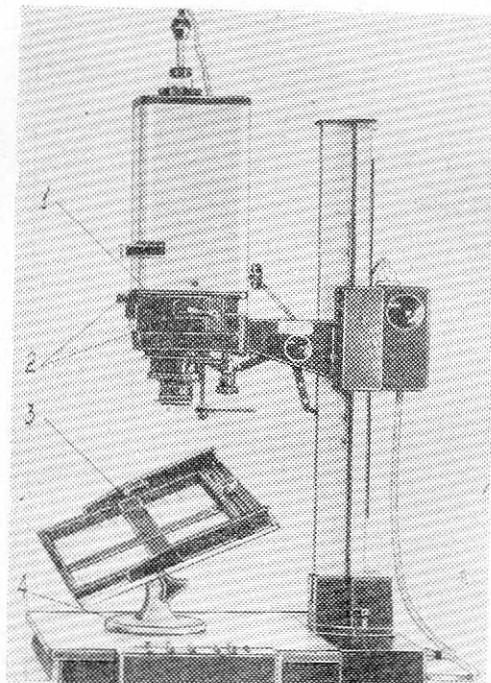

Рис. 16. Фотоувеличитель при трансформировании снимков:
На рис. 16 изображен фотоувеличитель, собранный со всеми принадлежностями для трансформирования снимков.
- поставьте на стол фотоувеличителя, как показано на рис. 16, столик для трансформирования снимков с закрепленной на нем кадрирующей рамкой (начальное положение столика — горизонтальное);